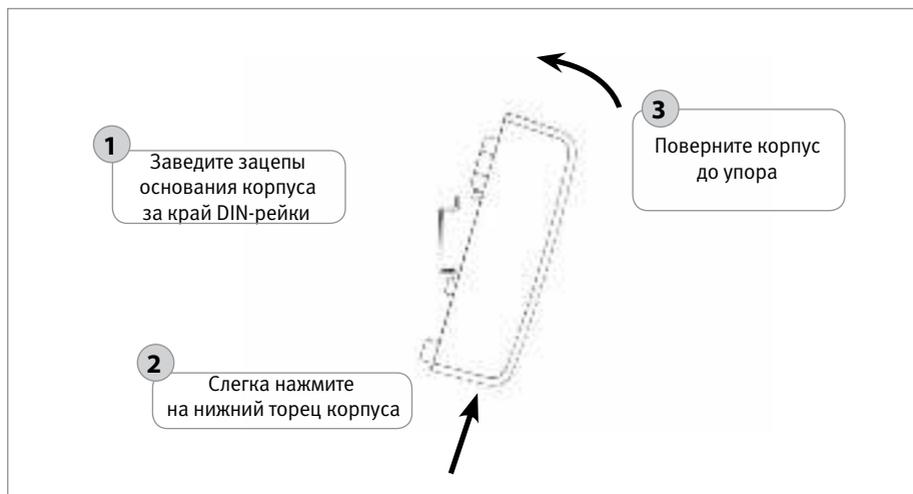

Рисунок 35. Порядок установки изделия на DIN-рейку
- 2.2. Установите изделие на DIN-рейку в порядке, указанном на рис. 35.